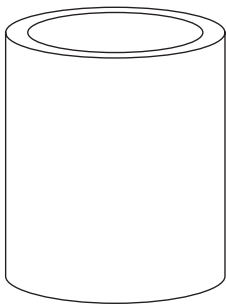

Figure 3: Accessoire de sertissage Qualcrimp
■ Afbeelding 3: Qualcrimp krimpaccesoire
■ Abbildung 3: Qualcrimp Crimp-Zubehör